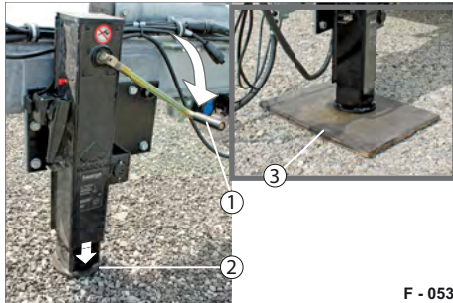
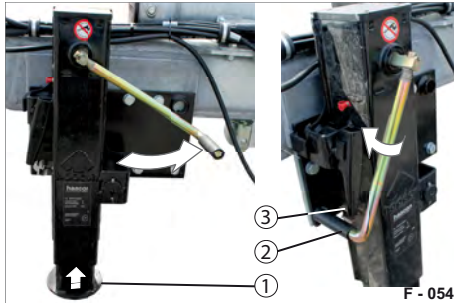

Abb. 78 Schwenkstütze / Stützposition
Abb. 79 Stützfuß eingefahren
- ▶ Kurbeln Sie mit der Handkurbel (Abb. 78/1) den Stützfuß (Abb. 78/2) komplett bis zum Untergrund herunter.
- ▶ Gleichen Sie ggf. Bodenunebenheit aus, so dass der Anhänger sich in horizontaler Lage befindet. Benutzen Sie ggf. feste Unterlage (Abb. 78/3).
- ▶ Kurbeln Sie mit der Handkurbel (Abb. 79/2) den Stützfuß (Abb. 79/1), - erst nach dem Ankuppeln des Anhängers - komplett hoch.
- ▶ Drücken Sie gegen die Druckfeder (Abb. 78/3) und drehen Sie die Handkurbel um, so dass der Griff zum Halblech (Abb. 79/3) zeigt. Die Handkurbel ist gesichert.